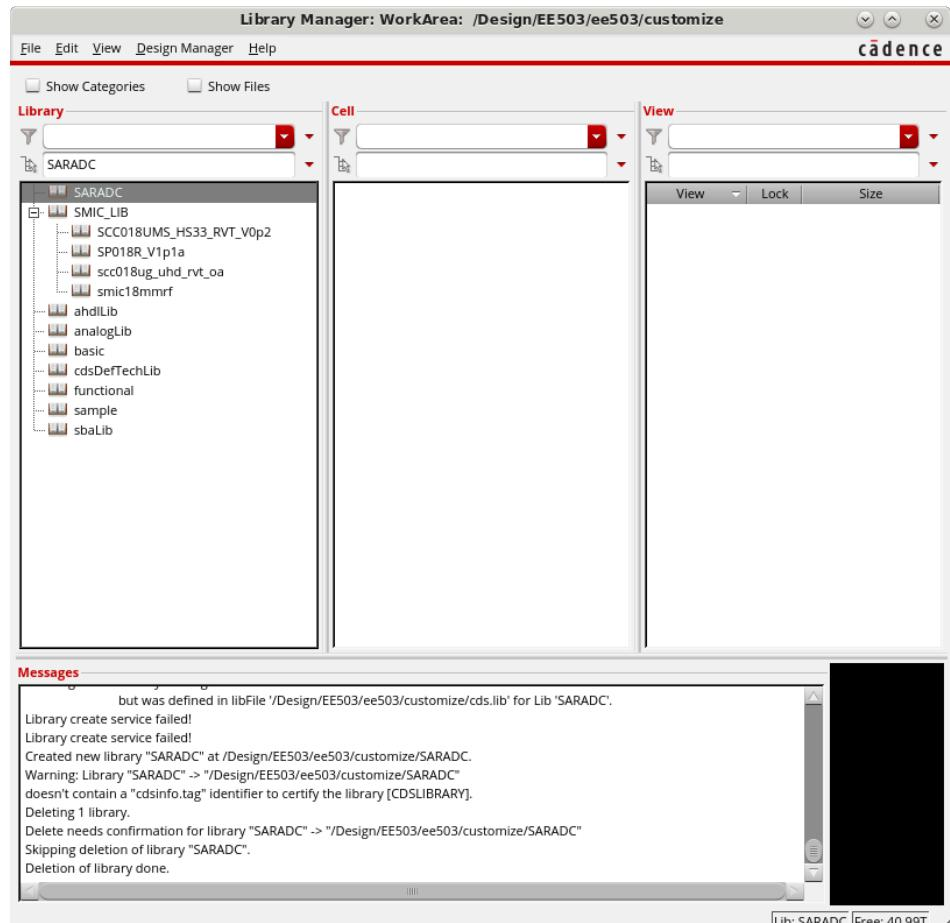

图 7 新建的设计库
6. 此时的库管理器窗口如图 7 所示。在左侧的 Library 栏中，可以看到新建的 SARADC 库。